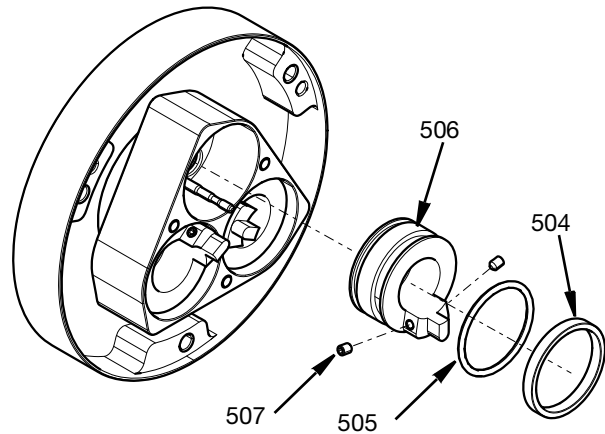

FIG. 11
3. Verwijder de zuiger (506) door de twee M4-stelschroeven (507), waarmee de zuiger- en stangafsluiter loskomen, los te draaien. Na het verwijderen van de schroeven is de zuiger (506) toegankelijk. De O-ring (505) en de geleidingsring (504) kunnen worden verwijderd. Zie FIG. 11.